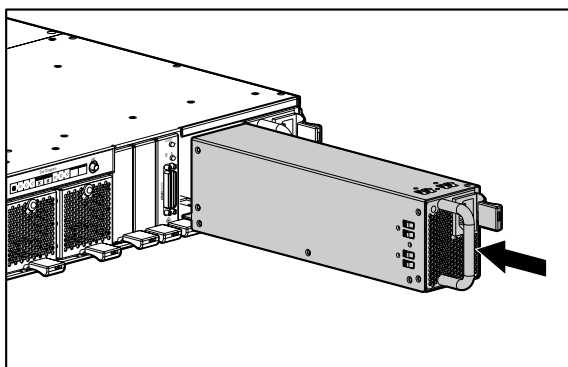

Figure 8 : Installation du module d'alimentation
2. Installez l'alimentation en appuyant sur le loquet du module d'alimentation vers la gauche et en poussant la base jusqu'à ce que l'ensemble soit bien en place dans le boîtier, comme le montre la Figure 8.